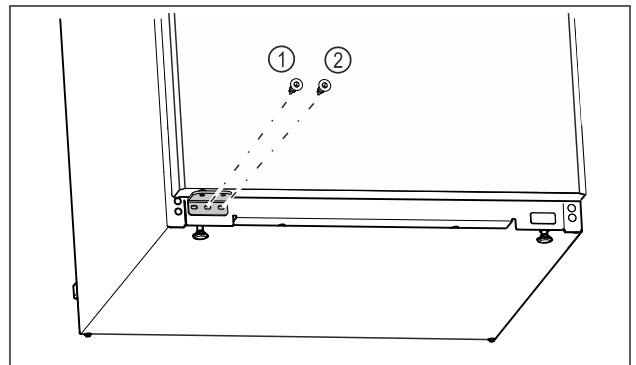

Fig. 26
- Shtërngoni vidën e mesit të bazamentit mbështetës Fig. 26 (1) me kaçavidë Torx 20.
- Shtërngoni vidën e brendshme të bazamentit mbështetës Fig. 26 (2) me kaçavidë Torx 20.